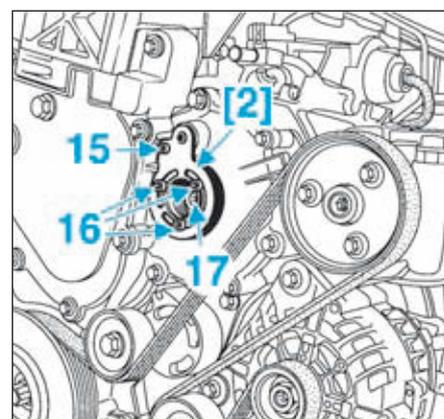
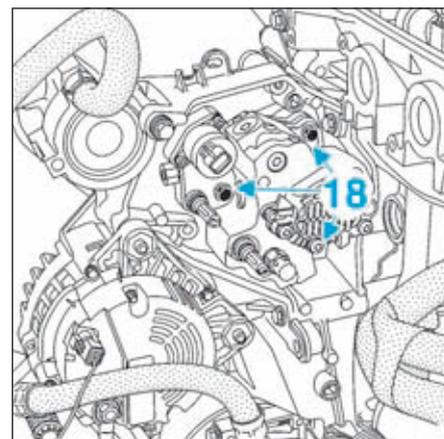

FIG.150
FIG.151
- Débrancher le tuyau (11) entre la rampe et la pompe haute pression.
- Placer l'outil [2] dans le logement de l'obturateur du carter de distribution et du capteur de position d'arbre à cames (Fig.150).
- Serrer les vis (15) et (16) sur le pignon de la pompe haute pression.
- Déposer la pîge de PMH [1] et l'écrou centrale (17) de la pompe haute pression.
- Desserrer les vis de fixation (18) de la pompe haute pression (Fig.151).
- les vis (18) de la pompe haute pression (Fig.151),